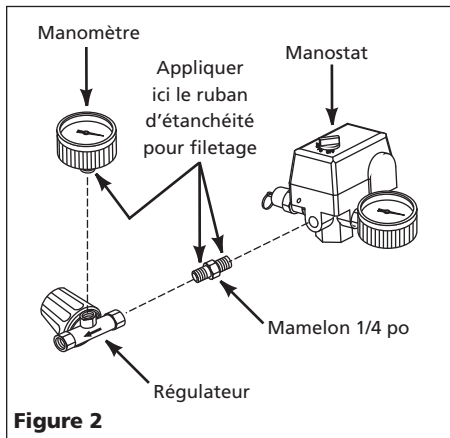

Figure 2
2. L'assemblage est conçu pour être fixé seulement à la sortie du collecteur (voir la figure 1) en insérant le mamelon du tuyau (voir la figure 2) et en tournant l'assemblage dans le sens horaire. Resserrez jusqu'à ce que ce soit bien ajusté ou à 75 po-lb. La jauge devrait être orientée de la même façon que celle déjà dans le compresseur (voir la figure 1). Fixer le boyau et le mandrin de pneu. Vérifier les fuites avec une solution d'eau savonneuse.